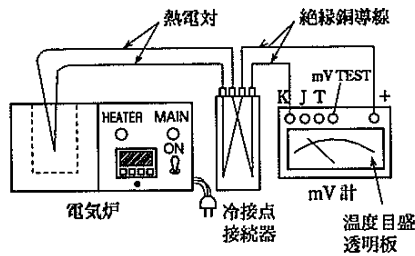
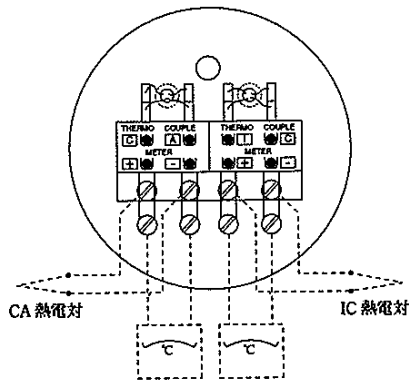

図2
図3 熱電対用冷接点接続器, 接続図
- (1) 冷接点器に削氷を入れ冷接点部を0℃にします。
- (2) 図2, 図3のように電気炉, 熱電対 (たとえばK熱電対) 冷接点器, 絶縁銅導線mV計を接続します。